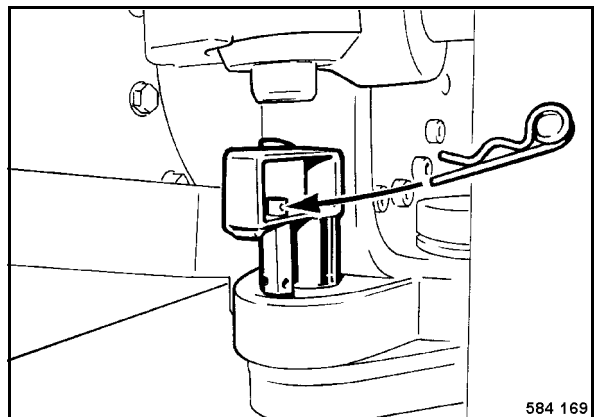

Fig. 68
- Sacar el pasador elástico (Fig. 68).